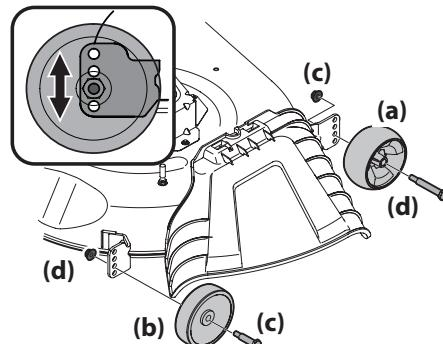

Figura 2-13
- Retire las ruedas delanteras (a) y traseras (b) de la plataforma retirando las tuercas de seguridad con (c) brida y los tornillos con reborde (d) que las sujetan a la plataforma. Vea la Figura 2-13.